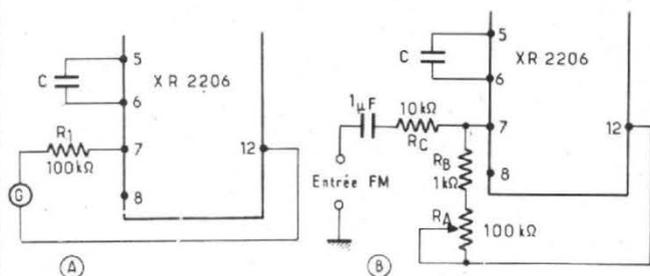

Fig. 29
I_T est le courant qui passe par une résistance R_1 connectée entre les points 12 et 7. Soit un générateur G de faible impédance de sortie connecté comme le montre la figure 29 (A).
Il est possible avec ce dispositif d'obtenir une variation de f dans le rapport 6/1. Un montage pratique basé sur ce principe est donné à la figure 29 B. Le signal modulant à la fréquence $f_m < f$, est appliqué à l'entrée FM et transmis au point 7 par un condensateur de 1 μF et une résistance de 10 kΩ. Le courant de repos V_{7-12} (entre 7 et 12) est déterminé par la résistance variable de 100 kΩ en série avec la résistance de garde de 1 kΩ.